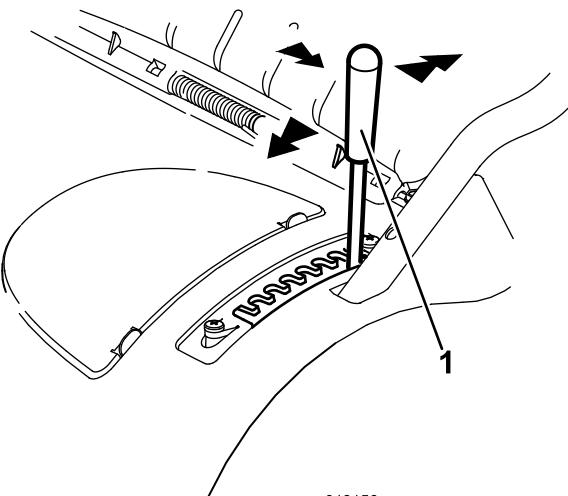

Figura 11
1. Segure a alavanca e puxe-a para os lados para a desengatar da aleta de bloqueio (Figura 11).
2. Empurre a alavanca para a frente para descer ou puxe-a para trás para subir a altura de corte (Figura 11).
3. Solte a alavanca na posição desejada e certifique-se de que bloqueia firmemente em uma das oito aletas (Figura 11).